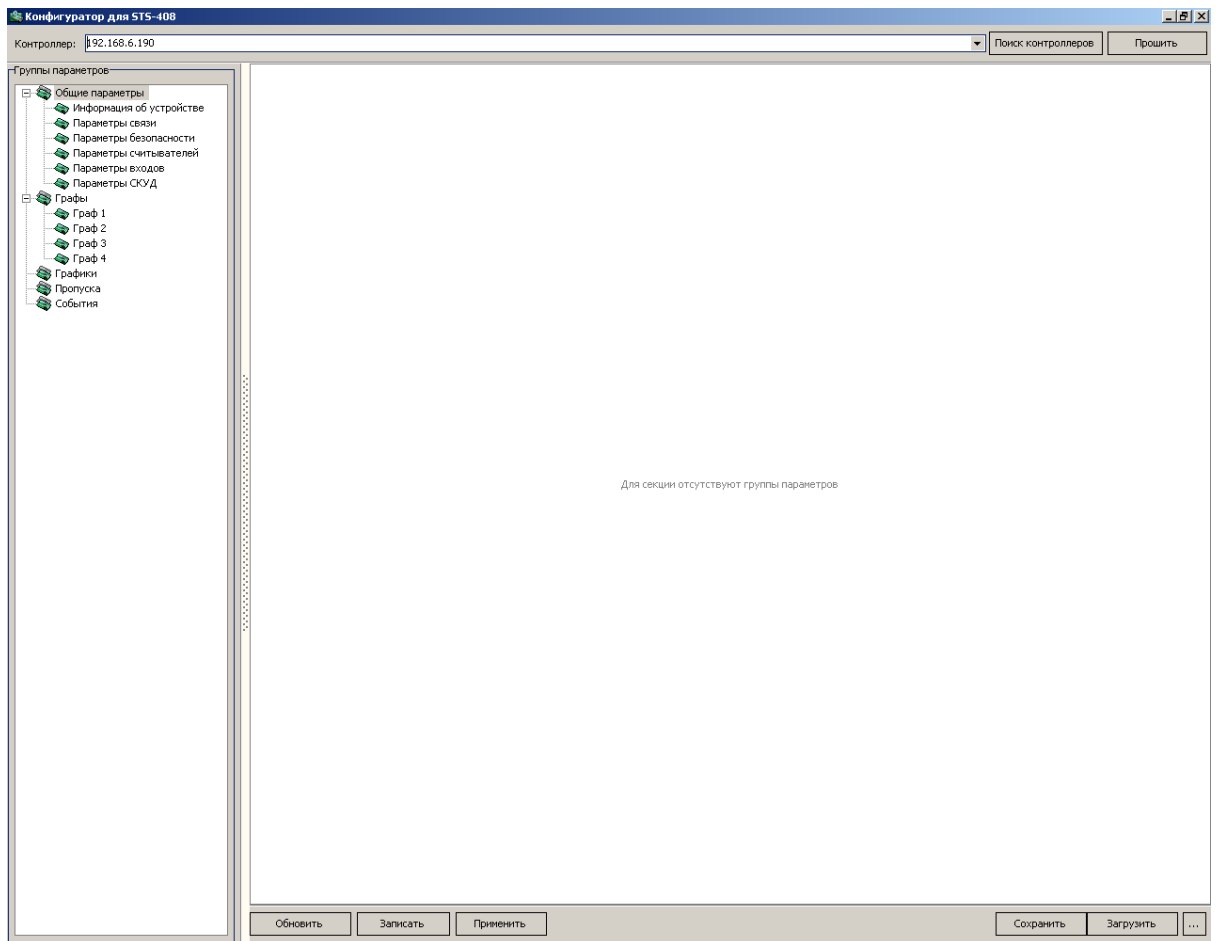

Рисунок 25
- 4) нажать кнопку «Поиск контроллеров» или ввести IP-адрес контроллера (Рисунок 25);